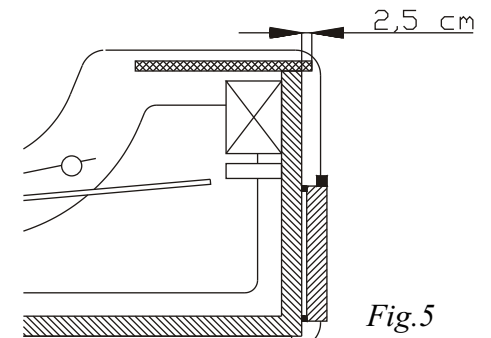

Fig.5
- 9.poser la plaque en granit (fig.5),
9. poser la plaque en granit de manière à ce que la saillie dans la partie arrière du dispositif mesure environ 2,5 cm (fig.5),